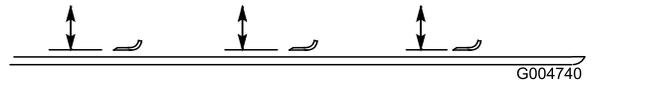

Рисунок 113
2. Поверните нож так, чтобы его концы были направлены вперед и назад, и измерьте расстояние между внутренней частью деки газонокосилки и режущей кромкой в передней части ножа (Рисунок 113).